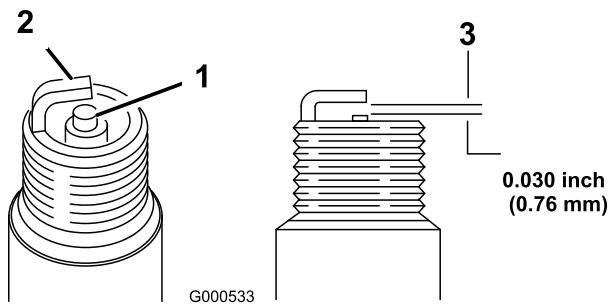

Figura 24
5. Fije el hueco entre los electrodos en 0,76 mm (0,030 pulg) (Figura 24).